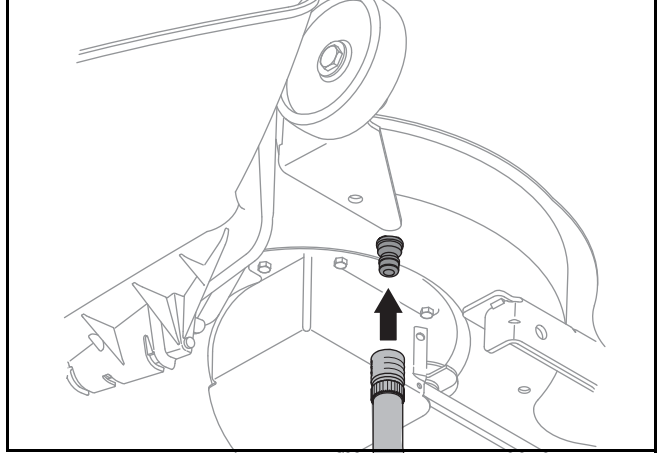

Figure 16
4. Attachez le raccord pour boyau d'arrosage à l'orifice aménagé sur la surface du plateau de coupe. Voir la Figure 16.